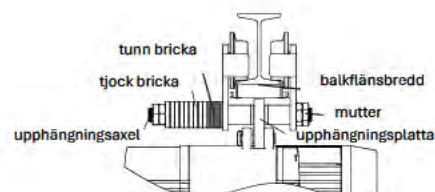

Bild 7.1
- 2 Kombination (bild 7.1/7.2)